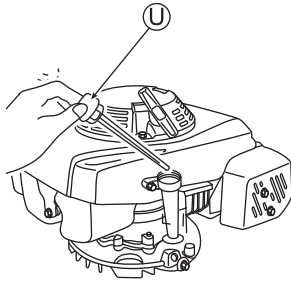

Abb. 8
- 1 Nehmen Sie den Öltankverschluss (U) ab, ziehen Sie den Ölstandanzeiger heraus und führen Sie ihn anschließend ein, ohne ihn zu verschrauben. (Siehe Abb. 8)
- 2 Nehmen Sie den Öltankverschluss (U) ab und vergewissern Sie sich, dass der Ölstand zwischen den Höchst- und Mindeststandmarkierungen des Ölstandanzeigers liegt.
- 4 Verschließen Sie den Öltankverschluss (U) nach der Überprüfung ordentlich.